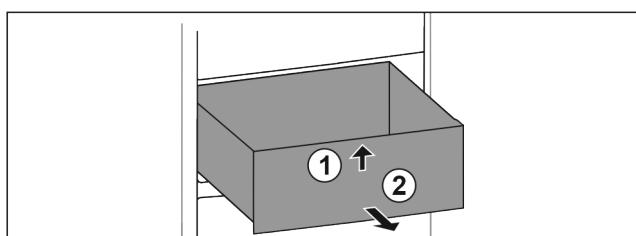

Fig. 66
- Повдигнете чекмеджето отпред. Fig. 66 (1)
- Извадете чекмеджето напред. Fig. 66 (2)